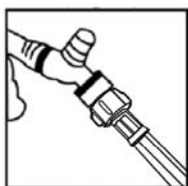
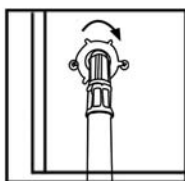
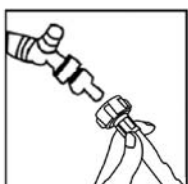

Fig.1
Fig.2
Fig.3
- a. Alimentation en eau courante – Utilisez le tuyau d'eau (16) pour brancher votre alimentation en eau courante (Fig. 1). Si vous avez besoin d'une assistance, veuillez contacter un plombier agréé. Branchez le tuyau d'eau sur n'importe quel robinet d'eau. Placez l'autre extrémité du tuyau d'eau sur la connexion d'alimentation d'eau (11) (Fig. 2). Pour déconnecter le connecteur du tuyau d'eau du robinet d'eau, assurez-vous d'abord que l'alimentation est fermée, puis tirez simplement vers le bas pour libérer le joint du connecteur et déplacez-le (Fig. 3). Pour libérer l'alimentation d'eau de l'unité, dévissez simplement le tuyau d'eau sur la connexion d'alimentation d'eau et faites sortir le tuyau (Fig. 4).